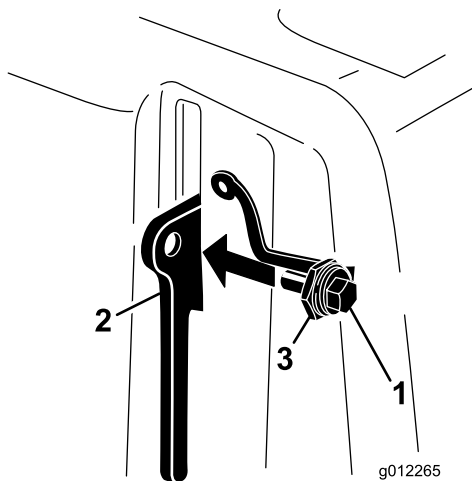

Рисунок 18
- Заверните болт в рычаг фиксатора (Рисунок 18).